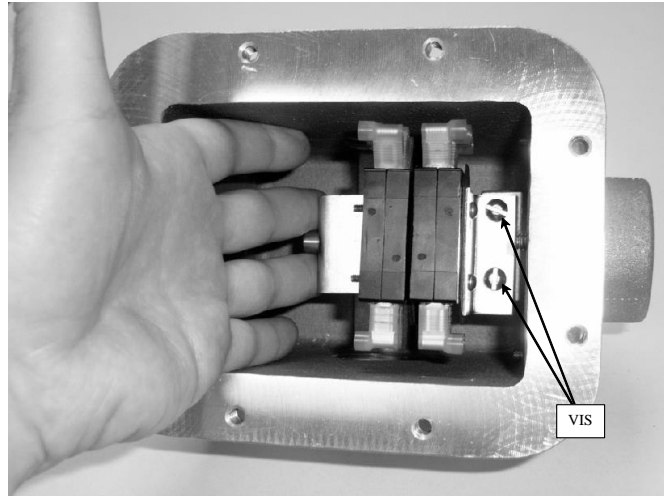

Figure 8 : tout en tenant le cale-ressort, replacer la vis pour le maintenir en place. Le cale-ressort peut être enlevé pour accéder aux vis de bornes de terre.
5. Replacer 1 vis pour maintenir le cale-ressort en place (voir Figures 8 et 9). Le cale-ressort peut être enlevé provisoirement pour accéder aux 2 vis de bornes de terre du dessous.